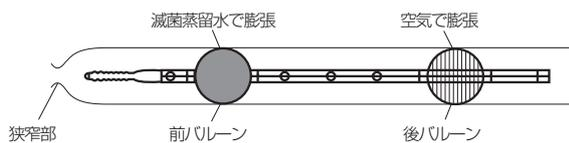

図15
19. 小腸の選択的造影方法は、後バルーンを空気にて膨張させ、イレウスチューブを腸管内に固定する(図15)。バルーンの注入量は42mLとする。